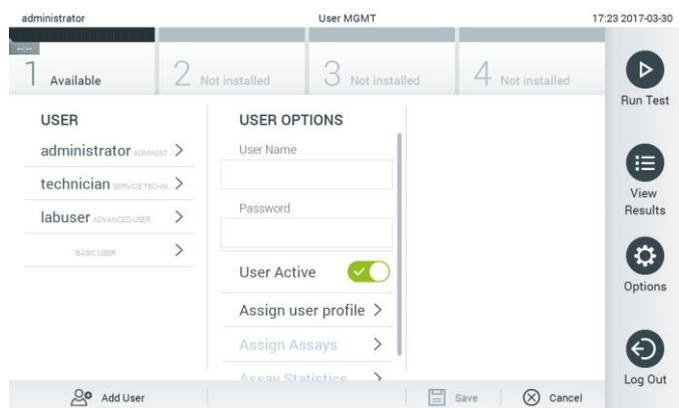

Figura 52. Adição de um novo utilizador.
1. Prima o botão Options (Opções) e, em seguida, o botão User Management (Gestão de utilizadores) para configurar os utilizadores. O ecrã User Management (Gestão de utilizadores) é apresentado na área de conteúdo do visor (Figura 52).